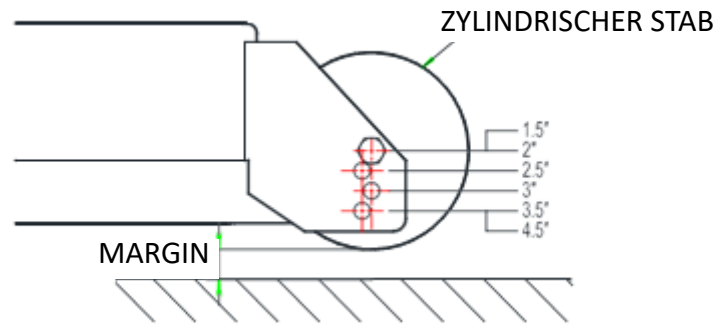

FIG.6
- e) Stellen Sie die Antiskalpierrollen für normale Betriebsbedingungen ein. Stellen Sie den Motor ab, warten Sie, bis alle beweglichen Teile zum Stillstand gekommen sind, und ziehen Sie den Schlüssel ab. Stellen Sie die Walzen in eine der in Abbildung 6 gezeigten Positionen. Die Walzen halten 19 mm Bodenfreiheit ein, um Rissbildung und Verschleiß oder Beschädigung der Walzen zu minimieren.